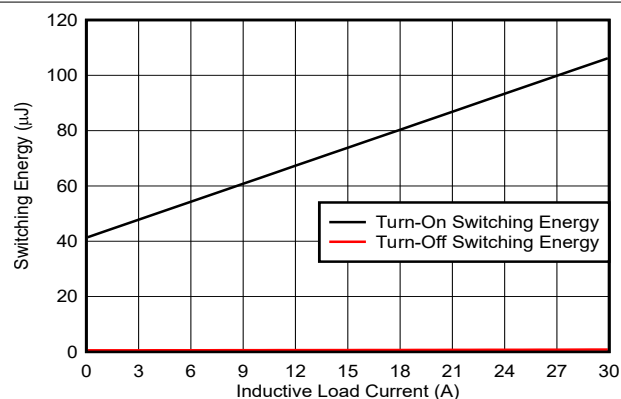
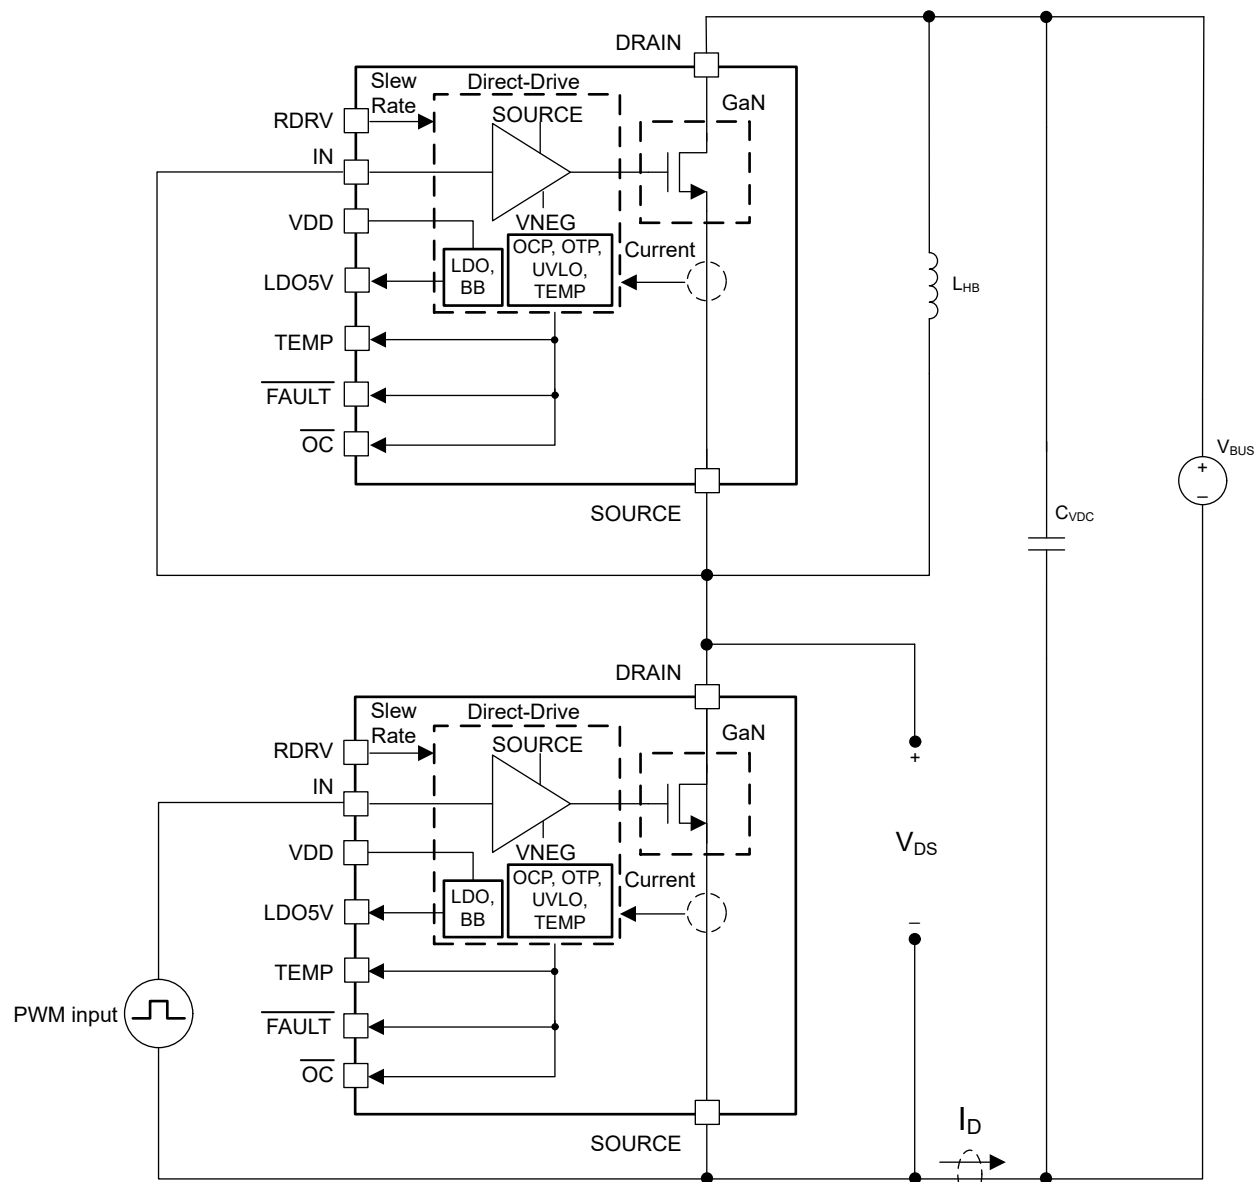
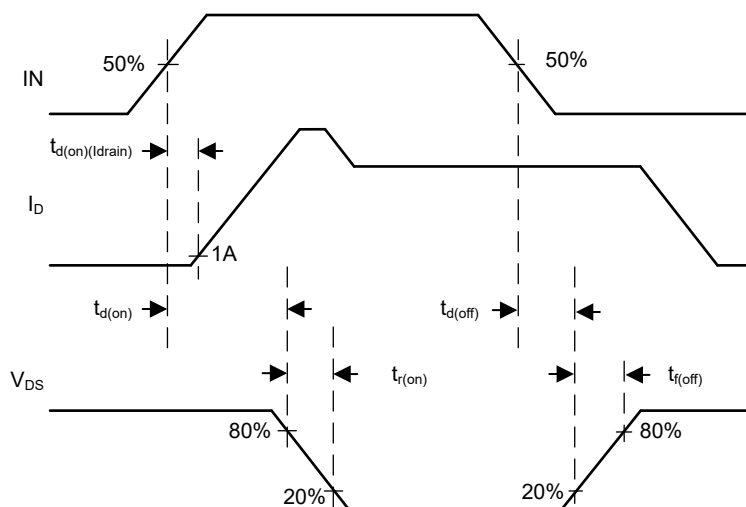

図 5-11. ハーフブリッジ・スイッチング・エネルギーと誘導性負荷電流との関係
図 6-1. スイッチング・パラメータの決定に使用する回路
図 6-2. 伝搬遅延とスルーレートを決定するための測定値
| ターンオンのスルーレート                 |                                      | V DS < 320V から V DS < 80V まで、RDRV を LDO5V から切断、R RDRV = 300kΩ、T J = 25°C、V BUS = 400V、L HB 電流 = 10A、 <a href="#">図 6-1</a> を参照してください |       | 20     |       | V/ns |
|                              |                                      | V DS < 320V から V DS < 80V まで、RDRV を LDO5V に接続、T J = 25°C、V BUS = 400V、L HB 電流 = 10A、 <a href="#">図 6-1</a> を参照してください                            |       | 100    |       | V/ns |
|                              |                                      | V DS < 320V から V DS < 80V まで、RDRV を LDO5V から切断、R RDRV = 0Ω、T J = 25°C、V BUS = 400V、L HB 電流 = 10A、 <a href="#">図 6-1</a> を参照してください    |       | 150    |       | V/ns |
| t d(on)(I drain ) | ドレイン電流ターンオン遅延時間             | V IN > V IN , IT+ から I D > 1A, V BUS = 400V, L HB 電流 = 10A, 図 6-1 および 図 6-2 を参照してください           |     | 28  | 42  | ns |
| t d(on)                          | ターンオン遅延時間                   | V IN > V IN , IT+ から V DS < 320V, V BUS = 400V, L HB 電流 = 10A, 図 6-1 および 図 6-2 を参照してください        |     | 32  | 52  | ns |
| t r(on)                          | ターンオンの立ち上がり時間               | V DS < 320V から V DS < 80V, V BUS = 400V, L HB 電流 = 10A, 図 6-1 および 図 6-2 を参照してください                          |     | 2.5 | 4   | ns |
| t d(off)                         | ターンオフ遅延時間                   | V IN < V IN , IT- から V DS > 80V, V BUS = 400V, L HB 電流 = 10A, 図 6-1 および 図 6-2 を参照してください         |     | 44  | 65  | ns |
| t f(off)                         | ターンオフ立ち下がり時間 (1) | V DS > 80V から V DS > 320V, V BUS = 400V, L HB 電流 = 10A, 図 6-1 および 図 6-2 を参照してください                          |     |     | 21  | ns |
|                                             | FET ターンオンの最小 IN High パルス幅   | V IN 立ち上がり/立ち下がり時間が 1ns 未満, V DS が 200V 未満, V BUS = 400V, L HB 電流 = 10A, 図 6-1 を参照してください                   |     |     | 24  | ns |
図 6-1 に、ほとんどのスイッチング・パラメータの測定に使用する回路を示します。この回路の上部デバイスは、第 3 象限モードでのみインダクタ電流を再循環するために使用されます。それは理想ダイオードモード機能を備えていないため、上部デバイスとして LMG3422R050 のみ使用する必要があります。上部デバイスには LMG3425R050 を使用しないでください。上部デバイスに理想ダイオードモード機能がある場合、インダクタ電流が還流すると GaN FET が自動的にオンになり、下側デバイスがオンになったときに貫通電流イベントが発生します。下部デバイスはアクティブ・デバイスで、目的のテスト電流までインダクタ電流を増加させます。その後下部デバイスがオフおよびオンになり、特定のインダクタ電流でスイッチング波形が生成されます。ドレイン電流（ソース側）とドレイン・ソース間電圧の両方を測定します。図 6-2 に、具体的なタイミング測定値を示します。TI は、ダブル・パルス・テストとしてハーフブリッジを使用することを推奨します。過剰な第 3 象限動作により、上部デバイスが過熱する可能性があります。
図 5-11 に示すターンオンおよびターンオフのスイッチングエネルギーは、回路のターンオンおよびターンオフ過渡中にローサイドデバイスが吸収するエネルギーを表しています。図 6-1 の回路は、入力が短絡された出力を持つ昇圧コンバータを示しているため、スイッチングエネルギーはローサイドデバイスで消費されます。ハードスイッチングのターンオン損失は、ハーフブリッジの  $C_{oss}$  損失と、ターンオンのオーバーラップ損失によって構成され、また、ターンオフ損失は無視できます。これは、インダクタ電流が主にデバイスの出力容量を充電するためです。ターンオン損失とターンオフ損失は実験的な波形から、ドレイン電流の積をターンオン時間とターンオフ時間の間に、ドレインソース間電圧と積分することで計算されます。ターンオンおよびターンオフ エネルギーを正確に測定するため、電圧および電流のプロブスキューは非常に重要です。